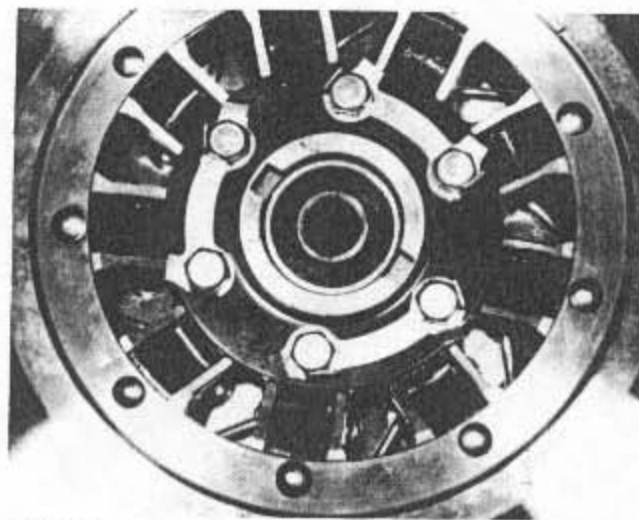

Bild 261
- Die Bremsscheibe ist in der umgekehrten Reihenfolge wieder anzubauen. Man vergewissere sich, dass die sechs Schrauben vollständig festgezogen und die Sicherungsbleche gegen die Flachstellen der Schraubenköpfe herumgebogen sind (Bild 261).